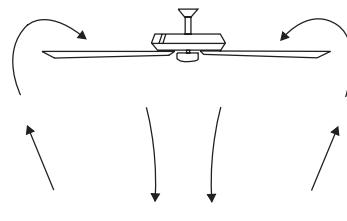

Figura 25
**Operación en clima cálido:** Adelante (sentido contrario a las agujas del reloj). Un flujo de aire hacia abajo crea un efecto refrescante como se muestra en la (Figura 25). Esto le permite configurar su aire acondicionado en una temperatura más caliente sin afectar su comodidad general.